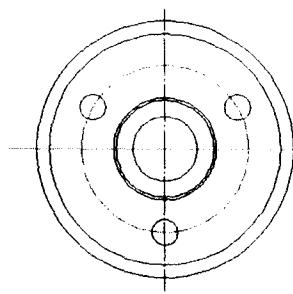

图 1-7
Step 8 阵列圆。单击 按钮，选择上图中的小圆为阵列对象，项目总数为 3，如图 1-7 所示。